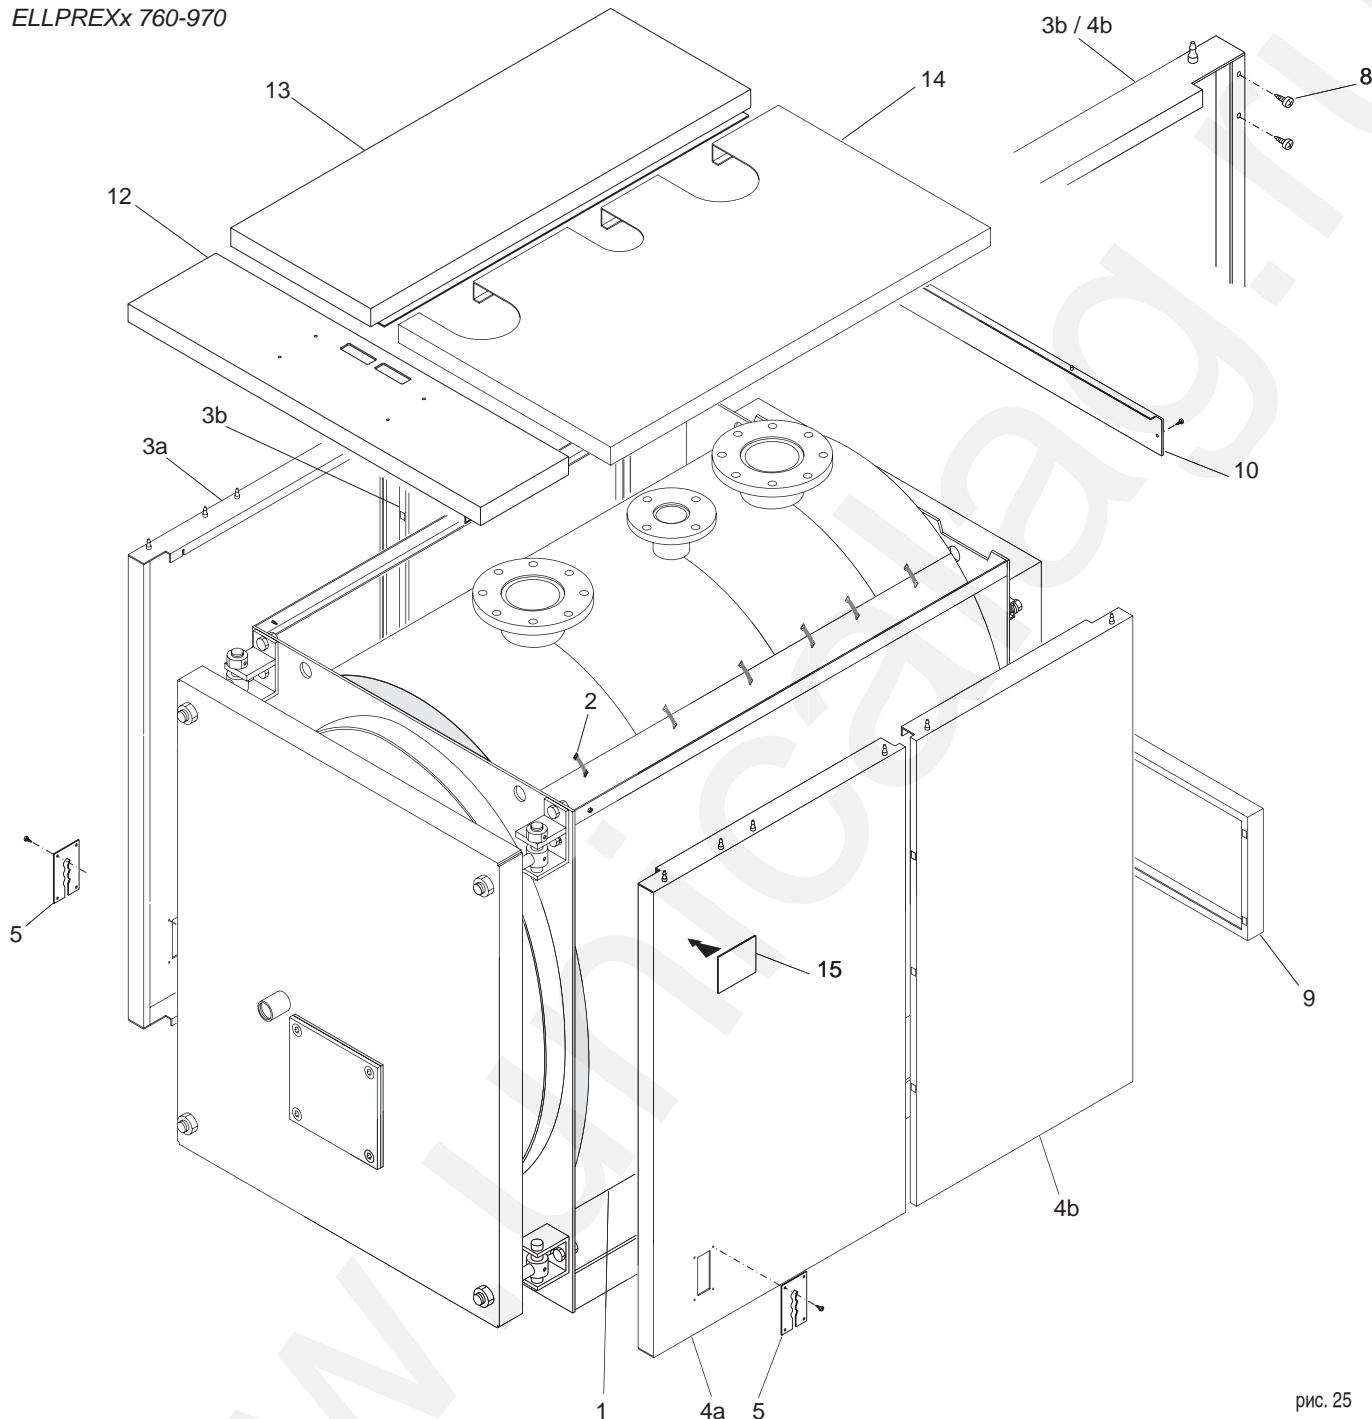

рис. 25
**N.B.** Для модели **ELLx 630** (см. рис. 23) и для моделей от **ELLx 760** до **ELLx 2200** (см. рис. 25 и 26), обшивка и изоляция находятся в трех упаковках маркированных:
### Последовательность монтажа (см. рис. 25)